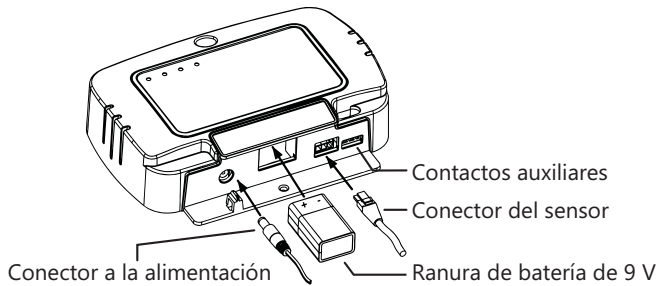

Figura 1. Ubicación de las conexiones en la parte inferior de la alarma
4. Encamine el cable del sensor hacia afuera del hoyo de la fosa del sumidero y conéctelo a la parte inferior del gabinete de la alarma. Vea la Figura 1.